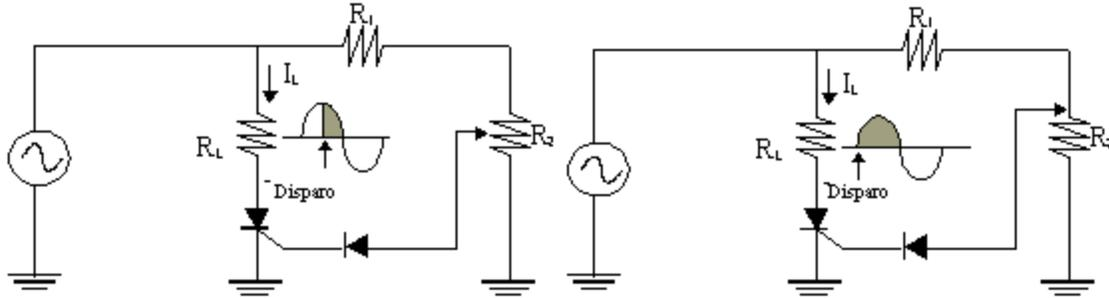

Figura 5: (a) Conducción durante 180° (b) Conducción durante 90°
En la siguiente figura se muestra un circuito de control de fase de media onda y resistencia variable. Entre los terminales A y B se aplican 120 V (AC). R_L representa la resistencia de la carga (por ejemplo un elemento calefactor o el filamento de una lámpara). R_f es una resistencia limitadora de la corriente y R_2 es un potenciómetro que ajusta el nivel de disparo para el SCR. Mediante el ajuste del mismo, el SCR se puede disparar en cualquier punto del ciclo positivo de la onda en alterna entre 0 y 180°, como se aprecia en la Figura 5.
Cuando el SCR se dispara cerca del principio del ciclo (aproximadamente a 0°), como en la Figura 5 (a), conduce durante aproximadamente 180° y se transmite máxima potencia a la carga. Cuando se dispara cerca del pico positivo de la onda, como en la Figura 5 (b), el SCR conduce durante aproximadamente 90° y se transmite menos potencia a la carga. Mediante el ajuste de R_x , el disparo puede retardarse, transmitiendo así una cantidad variable de potencia a la carga.